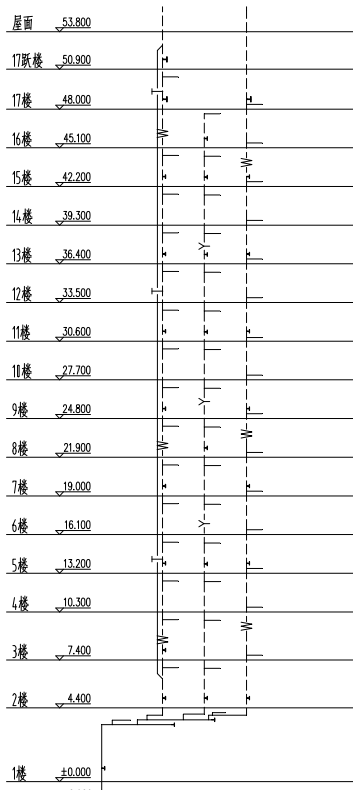

图 13-83 插入检查口图块
⑧ 插入检查口图块。单击“图库图层”→“图库管理”命令，在【天正图库管理系统】对话框中选定检查口图块，根据命令行的提示修改插入比例，并将选定的检查口图形插入至图形中，结果如图 13-83 所示。